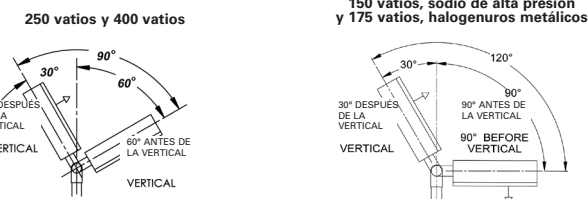

Figura 7 - Ajuste vertical final
7. Para realizar un ajuste vertical final, aflojar los dos (2) pernos de pivote en el soporte del reflector para posicionar el reflector en el ángulo deseado (dentro de los límites de rango de dirección aceptables). Ver la Figura 7. Ajustar los dos (2) pernos de pivote a 45 libras-pies (61 N-m).